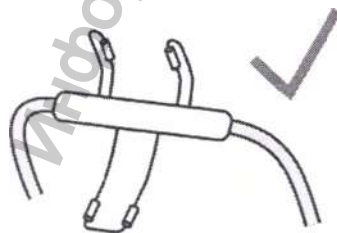

Рис. 3. Пример правильного отгибания носовых зубцов датчика
- 3. Для предупреждения введения носовых зубцов датчика в носовые ходы пациента аккуратно отогните носовые зубцы кпереди, как показано на рис. 3.